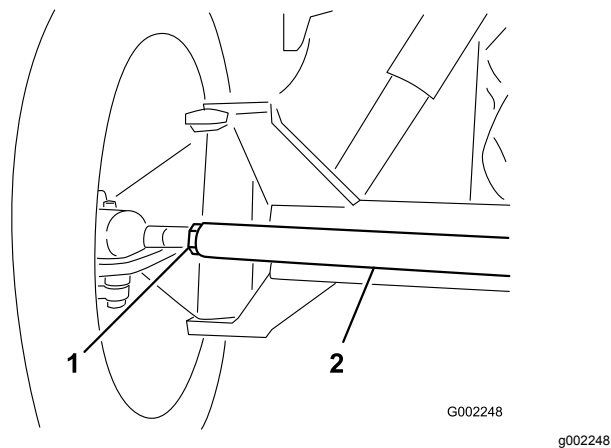

図 87
3. 前後の測定値の差が所定範囲にない場合、タイロッド両端のジャムナットを外して調整を行う (図 87)。